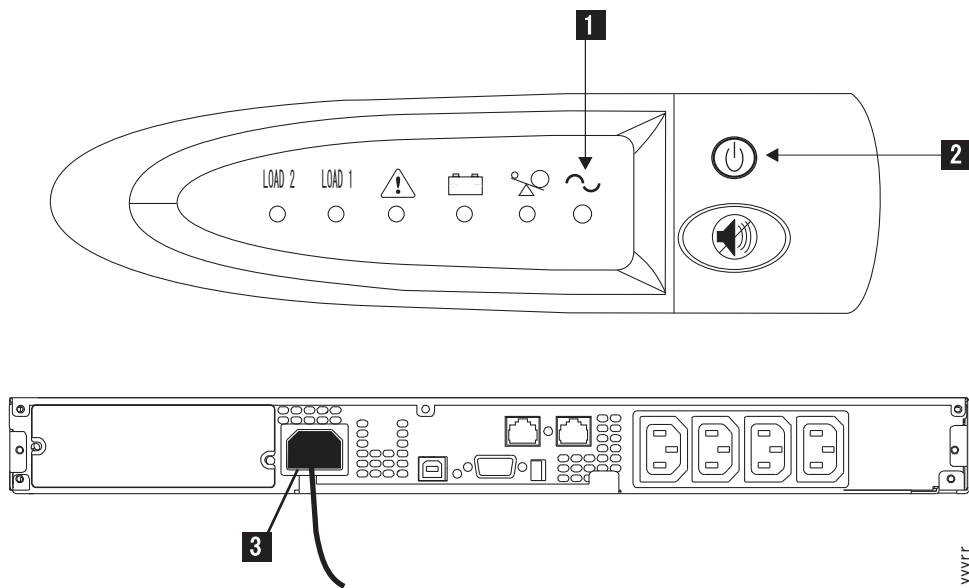

図 330. 2145 UPS-1U のフロント・パネルと背面パネル
2. オン/オフ・ボタン **2** を、電源ライト **1** が消えるまで (約 5 秒間) 押し続けます。2145 UPS-1U の一部のバージョンでは、オン/オフ・ボタンを押すために、ねじ回しのような先の尖った道具が必要な場合があります。2145 UPS-1U は待機モードになり、すべてのインディケータがオフになります。359 ページの図 330 は、2145 UPS-1U の前面図と背面図を示しています。